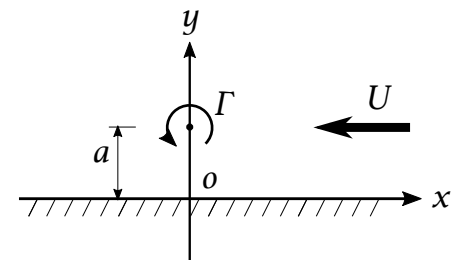

図3
- 図3においてx軸は剛壁面であり、一様流が右から左に流れている。反時計回りの強さ Γ の渦糸が原点oよりaだけ上方にあるとき、流れの複素速度ポテンシャル $W_3(z)$ を求め、渦糸が元の位置 $(0, a)$ に静止するための Γ を与えられた記号で示せ。